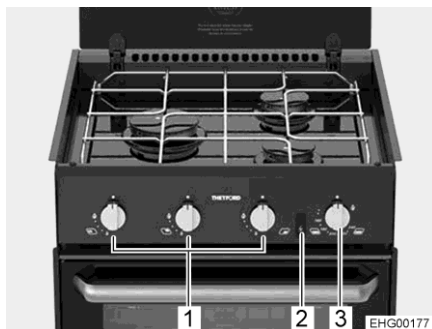
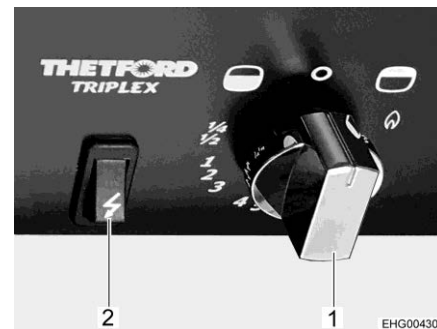

Fig. 230 Cocina con quemadores de gas
Fig. 231 Elementos de mando (horno de gas con grill)
- Hundir el regulador giratorio (Fig. 230,1) del quemador deseado, girar el mismo a la posición de encendido (llama alta) y mantenerlo hundido hasta que arda la llama (por un máximo de 15 segundos).
- Pulsar y girar el regulador giratorio (Fig. 230,3 y Fig. 231,1) en sentido contrario a las agujas del reloj (en dirección del símbolo de horno "☐"), al ajuste máximo.
- Presionar el regulador giratorio (Fig. 230,3 y Fig. 231,1) y mantenerlo presionado por 5 a 10 segundos. El gas circula hacia el quemador.
- Presionar el interruptor de encendido (Fig. 230,2 y Fig. 231,2) tanto tiempo como sea necesario para que arda la llama.
- Pulsar y girar el regulador giratorio (Fig. 230,3 y Fig. 231,1) en sentido de las agujas del reloj (en dirección del símbolo de grill "☐"), al símbolo de llama.
- Girar el regulador giratorio (Fig. 231,1) a "0". La llama se apaga.